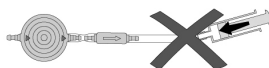

Fig. 19: Undgåelse af trykpåvirkning
- ▶ En trykpåvirkning ved hjælp af en engangssprøjte bør både undgås ved den proksimale og ved den distale ende (Fig. 19).